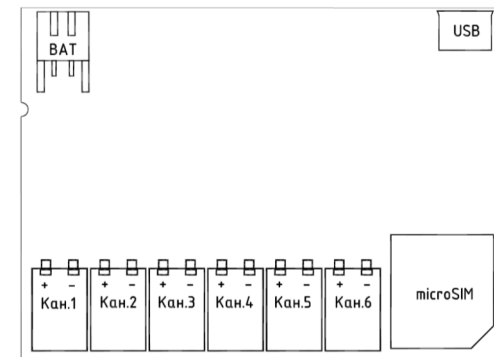

Рис.1 Схема клеммников счетчика
Счетчик представляет собой микропроцессорный прибор, выполненный в пластмассовом корпусе, предназначенном для крепления на стену. Подключение первичных преобразователей и интерфейсных цепей проводится к нажимным клеммникам, расположенным на плате. Схема клеммников приведена на рис.1.
8.1 Подключение выходных цепей преобразователей к счетчику производится с использованием клеммников в соответствии со схемой рис.1. При подключении импульсных датчиков, имеющих в своем составе диод, необходимо подключать провод, обозначенный как «+» к контактам «+ Кан. X» а провод, обозначенный как «->» к контактам «- Кан. X».